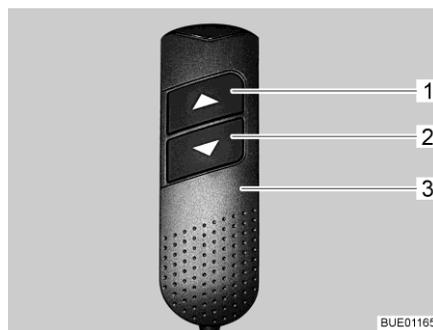

Fig. 114 Elemento de mando manual
Retracción: ■ En el elemento de mando manual (Fig. 114,3), pulsar la tecla "▼" (Fig. 114,2) y mantenerla pulsada. La sección de los pies se introducirá. Las cabeceras del somier se levantarán.
Extensión: ■ En el elemento de mando manual (Fig. 114,3) pulsar y mantener pulsada la tecla "▲" (Fig. 114,1). La sección de los pies se extenderá. Las cabeceras del somier se bajarán.
- En el elemento de mando manual (Fig. 114,3), pulsar las teclas "▼" (Fig. 114,2) o bien "▲" (Fig. 114,1) hasta que se haya alcanzado la posición deseada.